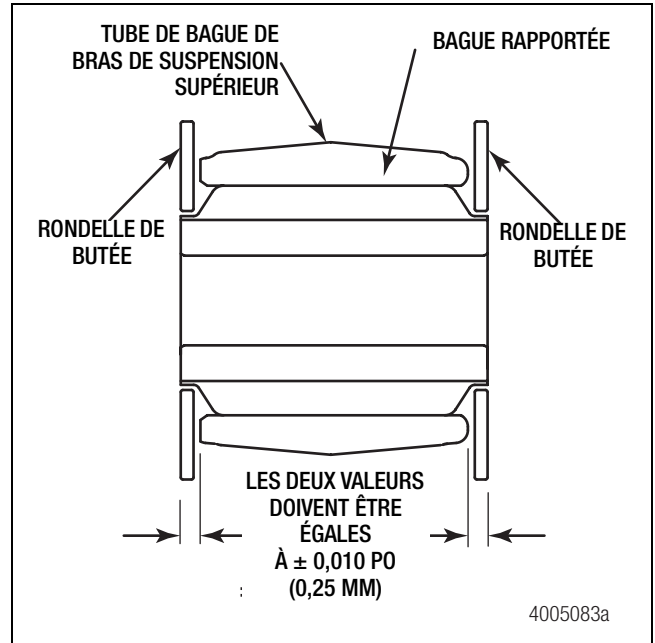

Figure 8
16. Vérifier que la bague rapportée est correctement centrée (des deux côtés) dans le tube de bague du bras de suspension supérieur. Poser les rondelles de butée sur les bagues rapportées. Figure 8.